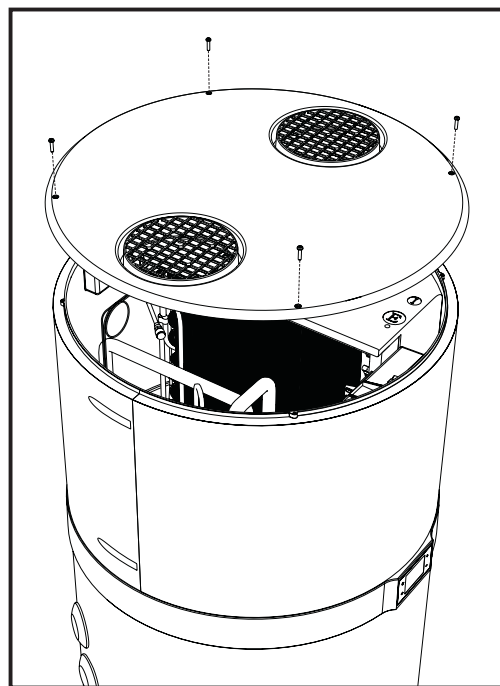

fig. 43 - Extracción de la cubierta superior
- Retire la cubierta superior desenroscando primero los tornillos de bloqueo (fig. 43).